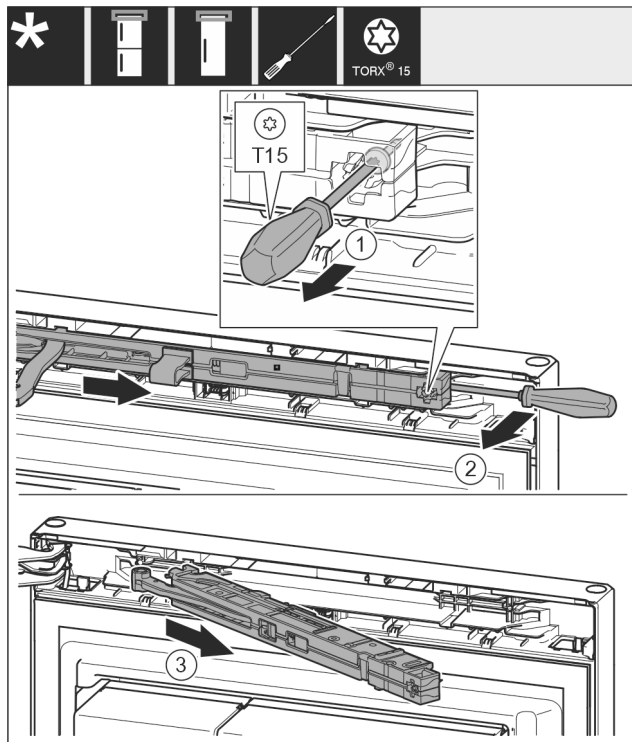

Fig. 12
- ▶ Ослабьте винт Fig. 12 (1) на узле амортизатора закрывания двери с помощью отвертки на 14 мм.
- ▶ При помощи отвертки отведите узел амортизатора закрывания двери Fig. 12 (2) со стороны ручки вперед.
- ▶ Извлеките узел амортизатора закрывания двери Fig. 12 (3).